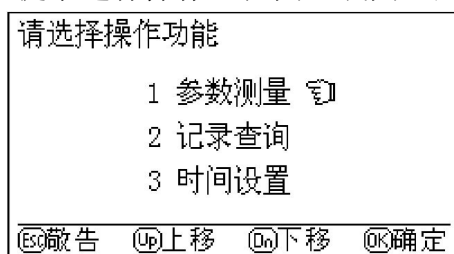

图 2
4.3 此时按 OK 键，出现如图 2 功能选择窗口。可根据屏幕下方的按键功能提示进行操作。在图 1 或图 2 的界面下按 ESC 键，